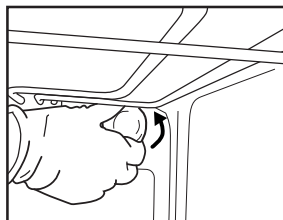

Fig. 6
2. Skruva ur lampskyddet (fig. 6), byt ut glödlampan (se notering för typ av lampa) och skruva tillbaka lampskyddet.